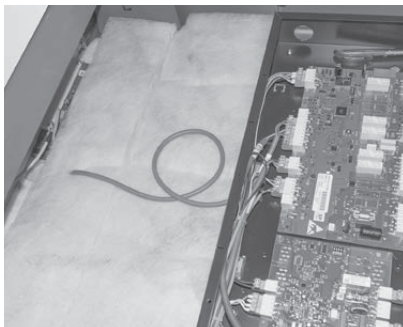

Fig. 74 Poser le câble du disjoncteur de protection de porte et le brancher sur X15
- Poser le câble du disjoncteur de protection de porte dans le tableau de distribution et le brancher au niveau de X15 – Fig. 74.